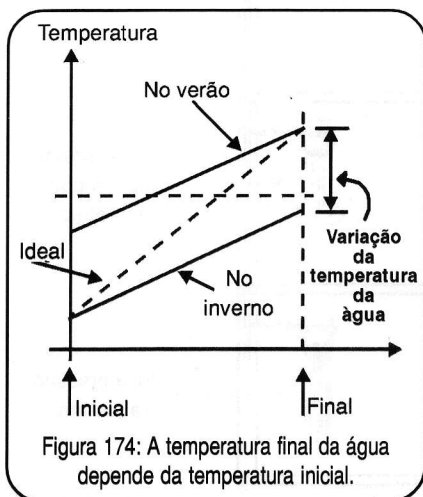

Figura 174: A temperatura final da água depende da temperatura inicial.
c) Outro fator a ser considerado é a temperatura inicial da água. Se a água estiver muito fria precisamos de uma quantidade maior de energia ou maior potência, para chegar à mesma temperatura do final do que se a água estiver menos fria, observe a **figura 174**.